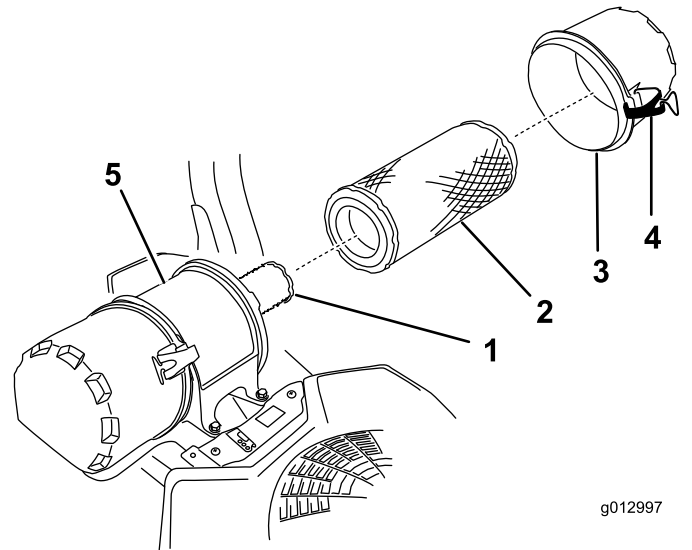

Figura 47
6. Abra los cierres del limpiador de aire y tire de la tapa de la entrada de aire para separarla del cuerpo del limpiador de aire (Figura 47).
8. Extraiga con cuidado el filtro primario de la carcasa del limpiador de aire (Figura 47).
- Si va a cambiar el filtro interno, deslícelo cuidadosamente en el cuerpo del filtro (Figura 47).
- Deslice cuidadosamente el filtro primario por encima del filtro interno (Figura 47).
- Instale la tapa del limpiador de aire y fije los cierres (Figura 47).